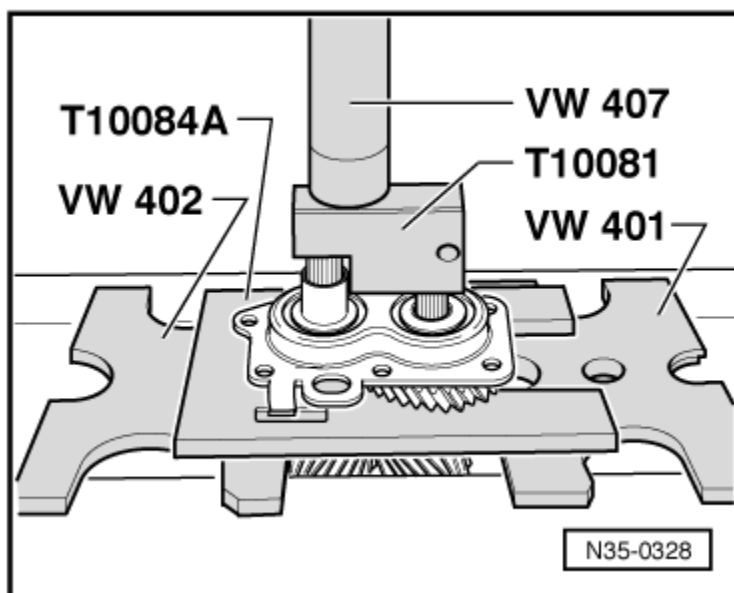

图 4 压出滚子轴承内圈
- q 与 3 挡换挡齿轮一起压出 → 插图图 4
- q 压出 → 插图图 4